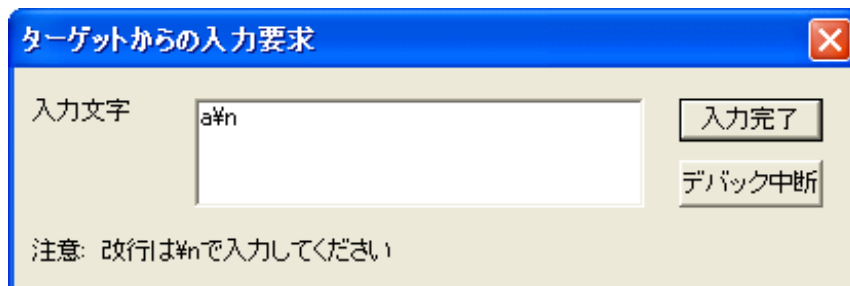

図 28 入力要求
ウォッチ変数を追加したら、[F10]キーを入力するか[ステップ実行]ボタンを押します。ソース中の`getchar()`の呼び出しにより、図 28のようなウィンドウが表示されますので、入力文字としてアルファベット 1 文字と"%n"をタイプし[入力完了]ボタンを押してください。
- デバッグ中は標準出力がログウィンドウに表示され、標準入力には図 28 のような入力画面から行いますが、リリースコンパイル(ROM化)を行った際は、標準入出力はシリアル 1 と接続されます。デバッグ時と同じ方法でシリアル 1 とパソコンを接続し、パソコンでターミナルソフトを実行することで、標準出力をターミナル画面に表示し、標準入力へ入力を行うことができます。